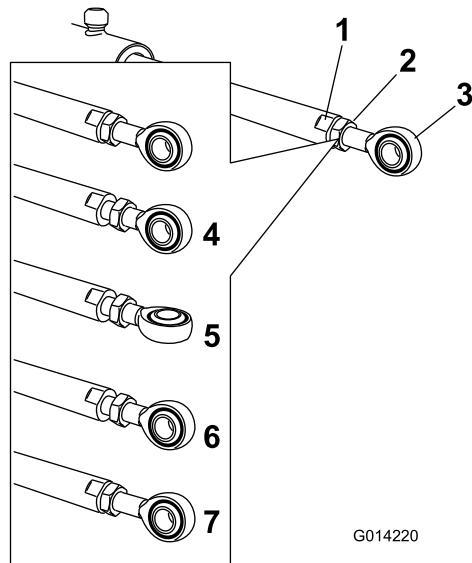

図 75
5. アクチュエータロッドの平たい面にスパナをあてがって回転しないように押さえ、ジャムナットをゆるめて、アイレットロッドを回せるようにする図 75。
6. アイレットロッドを回転させてアクチュエータを希望の長さに調整する図 75。